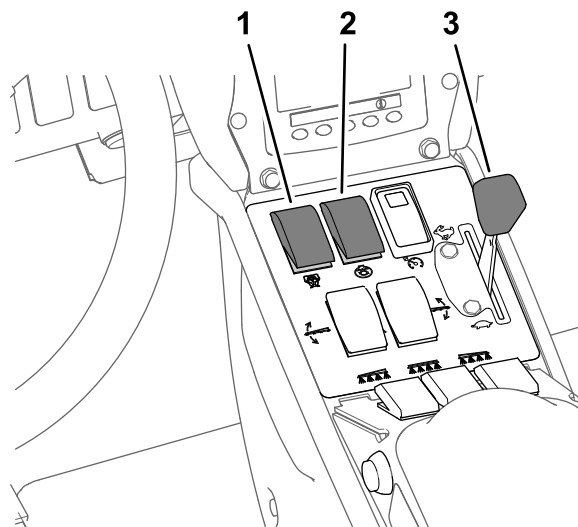

Bild 37
8. Stellen Sie den Rührwerk- und Sprühpumpenschalter in die EIN-Stellung (Bild 37).
9. Stellen Sie die Gasbedienung in die SCHNELL-Stellung (Bild 37).
Hinweis: In diesem Schritt wird vorausgesetzt, dass die Sprühpumpe eingeschaltet ist, siehe Bild 37 in Sprühen im Dosierungsmodus \(Seite 37\).
4. Stellen Sie die Gasbedienung auf die gewünschte Motordrehzahl, siehe Bild 37 in Sprühen im Dosierungsmodus (Seite 37).